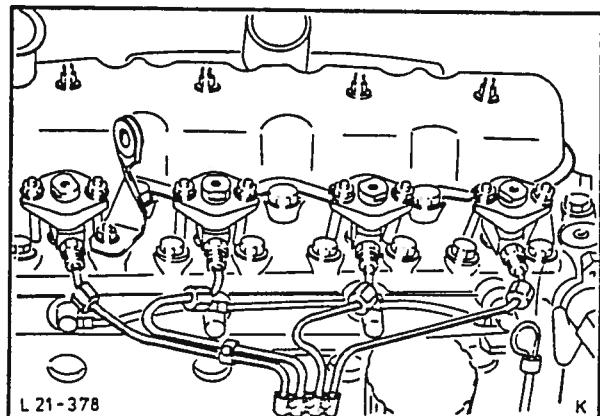

Fig. 4 Skru av innsprøytningsrørene.
3. Skru av innsprøytningsrørene med en vanlig åpen fastnokkel (17 mm), fig. 4. Demonter oljereturroret fra dyseholderne. Monter beskyttelseshetter på innsprøytningsrør og dysehoidere. Plugg olje returnroret.